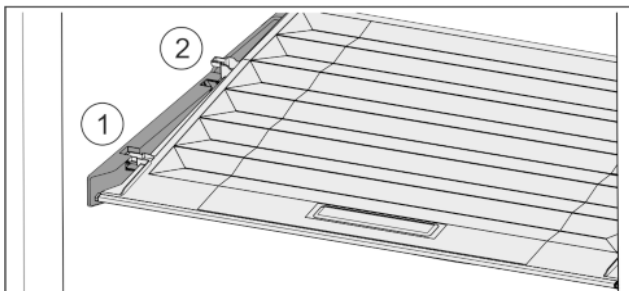

Fig. 32
- Deckel bis zur Öffnung in den Halteteilen nach vorne ziehen Fig. 32 (1).
- Hinten von unten anheben und nach oben wegnehmen Fig. 32 (2).